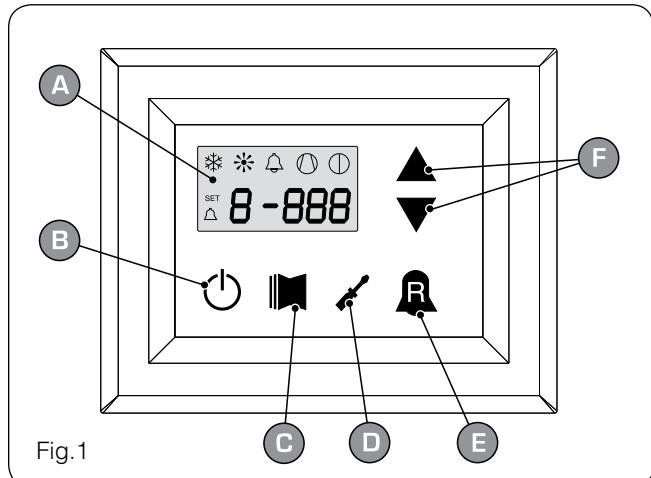

Fig.1
- **Menù LETTURE (tasto (C) Fig.1)**
- **Menù SET (tasto (D) Fig.1)**
- **Storico ALLARMI (tasto (E) Fig.1)**
Interfaccia utente (Fig.1)